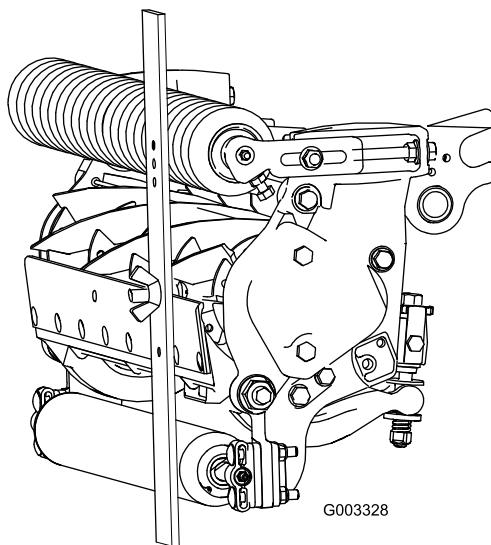

Figura 21
- Aggiacciate la testa della vite sul tagliente della controlama e poggiate l'estremità posteriore della barra sul rullo posteriore (Figura 21).
- Ruotate la vite di regolazione finché il rullo anteriore non toccherà la barra di riferimento (Figura 21).